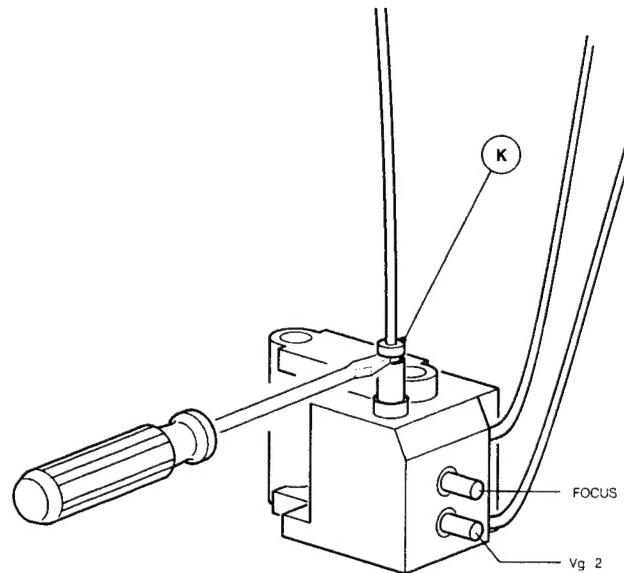

Fig. 3
2. Das Fokusspannungskabel lässt sich am Horizontal-Ausgangstransformator trennen, indem mittels eines Schraubendrehers oder eines Seitenschneiders die Klemmbuchse K angehoben wird (siehe Bild 3). Wird das Kabel anschliessend wieder eingesteckt, so muss vorher die Klemmbuchse auf den Transformator gedrückt werden, bis diese hörbar einrastet. Danach lässt sich das Kabel durch die Buchse im Horizontal-Ausgangstransformator hineindrücken. Es ist zu beachten, dass das Kabel ausreichend tief hineingedrückt wird.
Mit dem Fokuspotentiometer am Horizontalausgangstransformator wird die Fokussierung eingestellt. (Siehe Bild 3.)
Anschluss 7 des IC7260 an Masse legen. Den Helligkeits- und Kontrasteinsteller so einstellen, dass am Widerstand 3401 eine Gleichspannung von 0 Volt steht. Mit den Potentiometern 3412, 3432 und 3452 die Schwarzpegel am Bildröhrensockel auf 130 V einstellen. Nun die Vg2-Potentiometer (siehe Bild 3) so einstellen, dass das Licht des Kathodenstrahlsystems, das als erstes sichtbar ist, gerade nicht mehr zu sehen ist. Die beiden weiteren Kathodenstrahlsysteme mit den dazugehörigen Einstellern (3412, 3432 oder 3452) danach auch so einstellen, dass gerade kein Licht sichtbar ist.